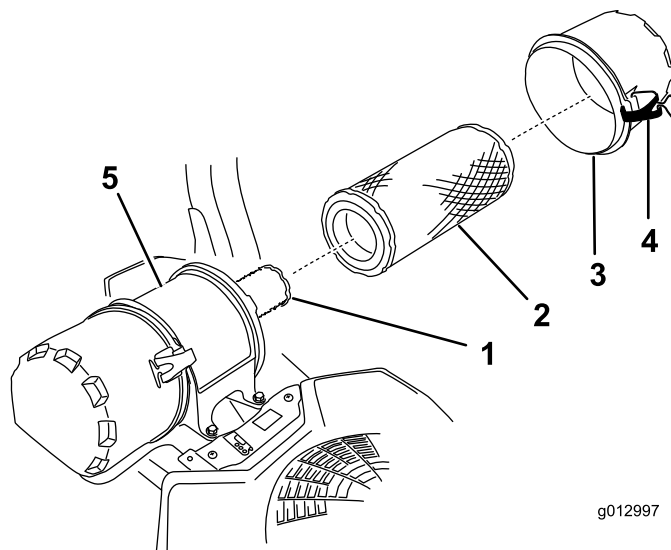

Figure 48
6. Ouvrez les dispositifs de verrouillage du filtre à air et détachez le couvercle du corps du filtre (Figure 48).
8. Sortez le préfiltre du corps du filtre avec précaution (Figure 48).
2. Si vous remplacez l'élément intérieur, insérez-le avec précaution dans le corps du filtre (Figure 48).
3. Placez ensuite le préfiltre sur l'élément intérieur avec le même soin (Figure 48).
4. Remettez en place et verrouillez le couvercle du filtre à air (Figure 48).